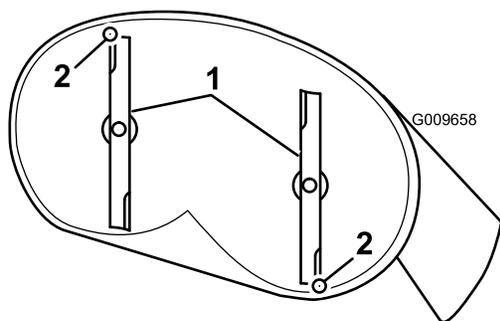
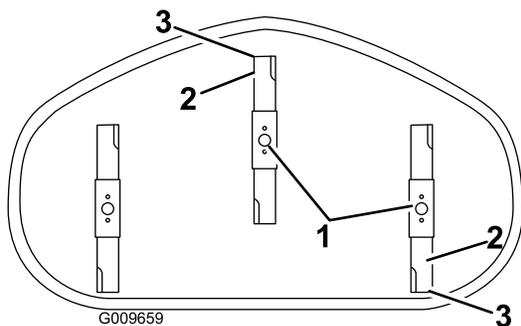

Bild 65
Bild 66
4. Drehen Sie die Messer vorsichtig, sodass sie in Längsrichtung zeigen (Bild 65 und Bild 66).
5. Messen Sie zwischen der Messerspitze vorne und hinten und der flachen Oberfläche (Bild 65 und Bild 66).
9. Überprüfen Sie nach dem Einstellen erneut die Neigung in Längsrichtung. Stellen Sie die Mutter ein, bis die vordere Messerspitze um 1,6 mm bis 7,9 mm tiefer liegt als die hintere Messerspitze (Bild 65 und Bild 66).